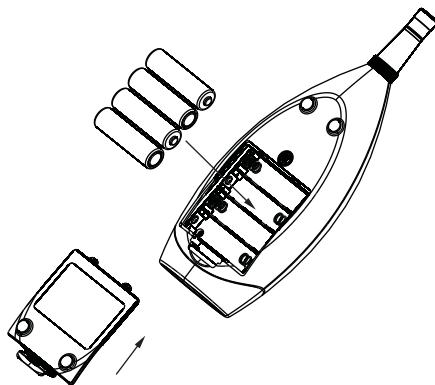

图5
- 打开电池门正确装入4粒1.5V电池至电池舱内，（注意电池极性）如图5：